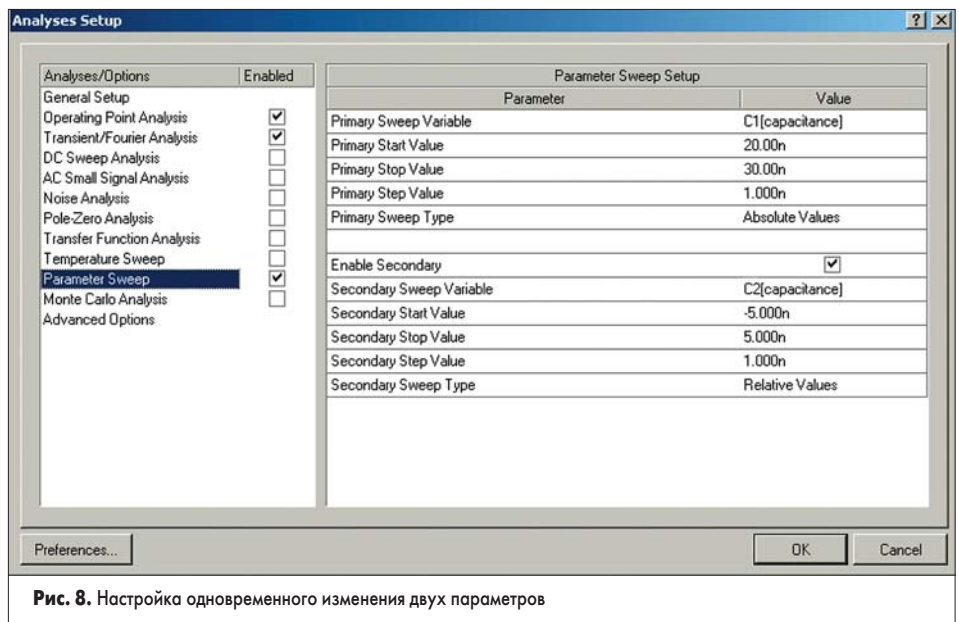

Рис. 8. Настройка одновременного изменения двух параметров
23. В клетке Secondary Sweep Type оставим значение Relative Value (рис. 8).